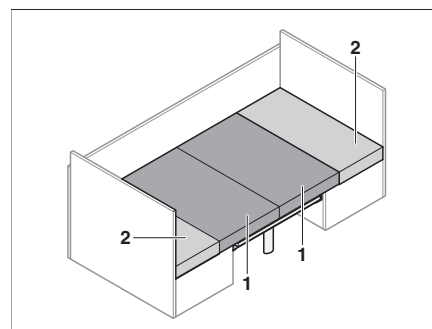

Fig. 70 Dopo la trasformazione
- Tirare i cuscini del divano (Fig. 70,1) verso il centro.
- Posizionare i cuscini dello schienale (Fig. 70,2) tra i cuscini del divano e la parete.